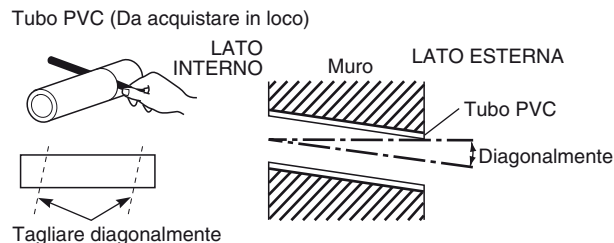

Fig. 3-17
- (9) Misurare lo spessore del muro dall'interno all'esterno e tagliare un tubo in PVC con una leggera angolazione in modo che si inserisca bene. Inserire il tubo in PVC nel muro. (Fig. 3-17)